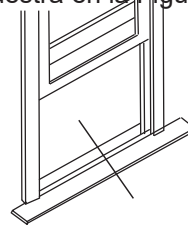

Figura 11
1. Abra la ventana y haga una marca en el centro del alféizar interno, como se muestra en la Figura 11.